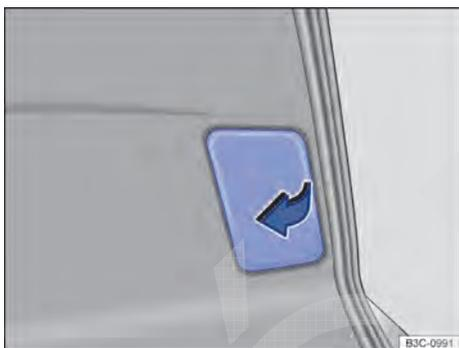

Fig. 253 Na tampa do compartimento de bagagem: remover a cobertura.
3. Com a lâmina da chave de fenda das ferramentas de bordo ⇒ Fig. 228, levantar cuidadosamente a cobertura no sentido da seta ⇒ Fig. 253.